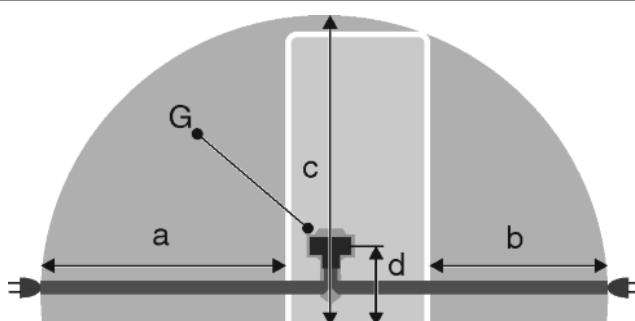

Fig. 41
- Steckdose liegt außerhalb des Geräterückseitenbereichs im gegebenen Bereich Fig. 41 (a, b, c).
- Gerätestecker Fig. 41 (G) auf der Rückseite des Gerätes einstecken. Auf richtiges Einrasten achten.